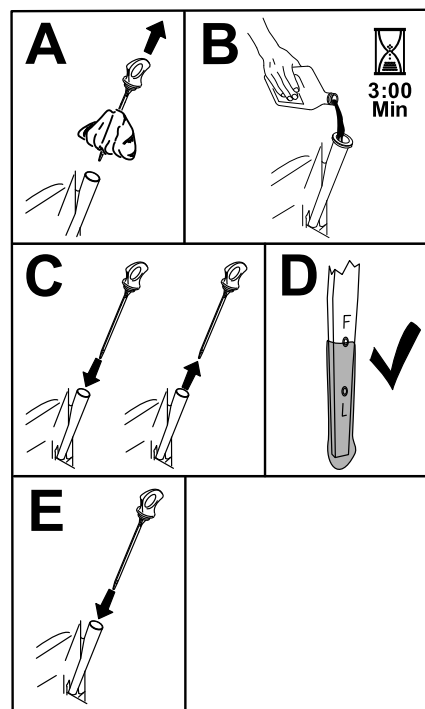

Bild 42
5. Gießen Sie langsam ungefähr 80 % der angegebenen Ölsorte in den Einfüllstutzen und füllen Sie dann vorsichtig mehr Öl ein, um den Ölstand an die **Voll**-Markierung zu bringen (Bild 42).
- Füllen Sie das Kurbelgehäuse mit der richtigen Ölsorte (Bild 42).